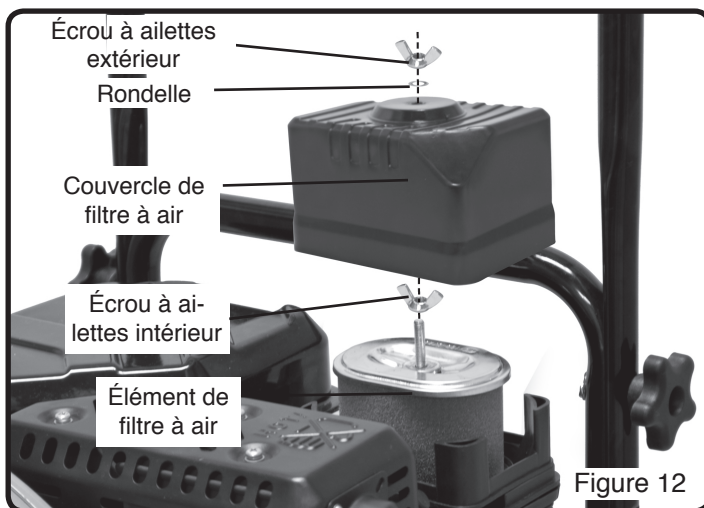

Figure 12
**REMARQUE :** Référez à la Figure 12, lorsque vous observez les étapes suivantes :